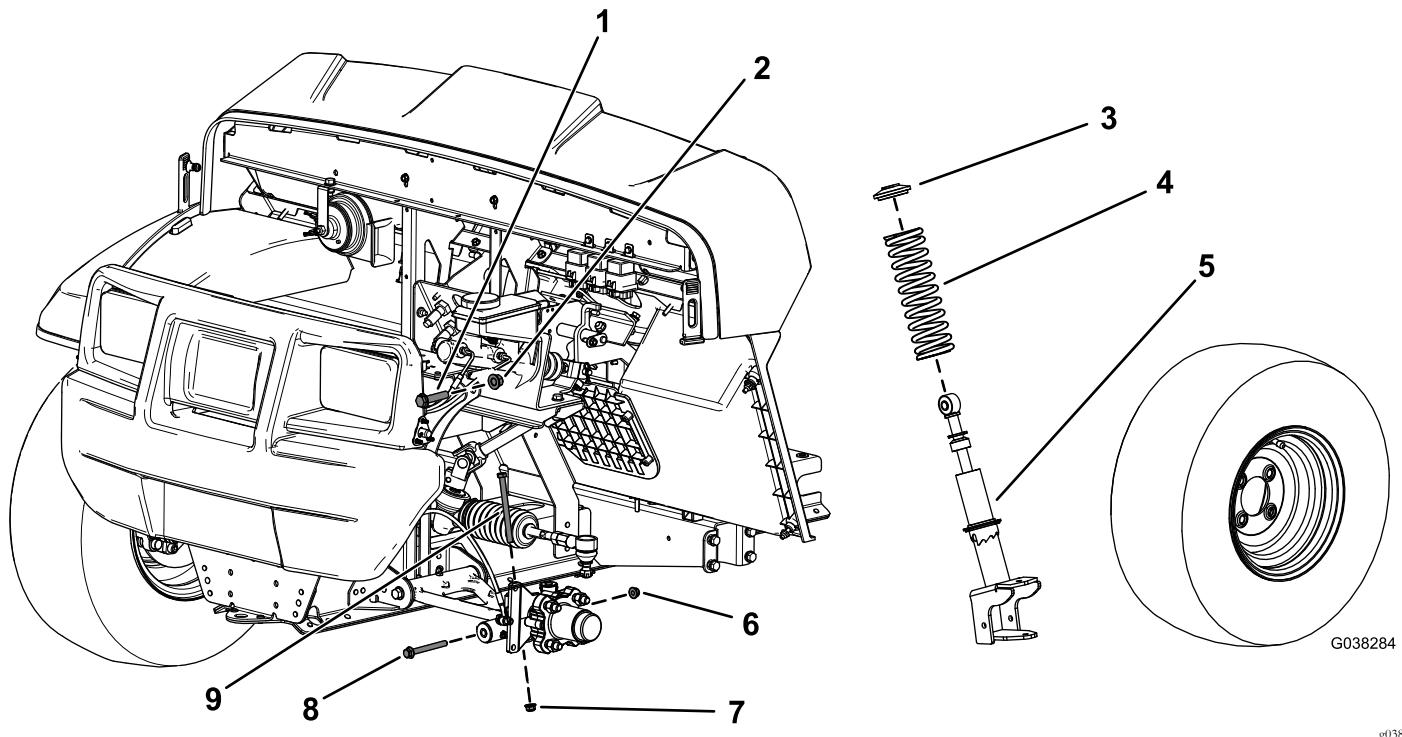

Bild 101
3. Nehmen Sie die Sechskantschraube ( $\frac{3}{8}$ " x  $4\frac{3}{4}$ ") und Bundmutter ( $\frac{3}{8}$ ") von der Spindel ab (Bild 101).
4. Nehmen Sie die Sechskantschraube ( $\frac{3}{8}$ " x  $3\frac{1}{2}$ ") und Bundmutter ( $\frac{3}{8}$ ") vom Steuerarm ab (Bild 101).
5. Nehmen Sie die Sechskantschraube ( $\frac{1}{2}$ " x  $2\frac{1}{4}$ ") und Sicherungsmutter ( $\frac{1}{2}$ ") ab, mit denen die Strebe am oberen Rahmen befestigt ist (Bild 101).
6. Nehmen Sie die Strebe ab (Bild 101).
3. Entfernen Sie die Feder von der Strebe (Bild 101).
4. Bringen Sie die neue Feder über der vorhandenen Strebe an (Bild 101).
2. Befestigen Sie den oberen Teil der Strebe mit der oberen Sechskantschraube (½" x 2½") und Sicherungsmutter (½") am Rahmen, wie in Bild 101 abgebildet.
4. Bringen Sie die Sechskantschraube (¾" x 4¾") und Bundmutter (¾") an der Spindel an (Bild 101).
6. Befestigen Sie den unteren Teil der Strebe mit der Sechskantschraube (¾" x 3½") und Bundmutter (¾") am Steuerarm, wie in Bild 101 abgebildet.